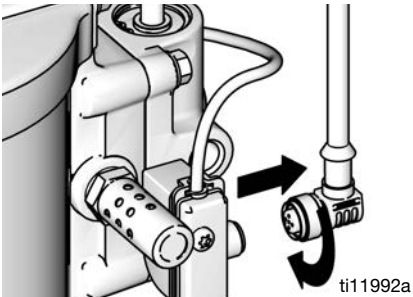

FIG. 9. Desconecte el Datatrak
1. Desatornille el cable de la parte trasera del conjunto del interruptor de láminas. Consulte la FIG. 9.